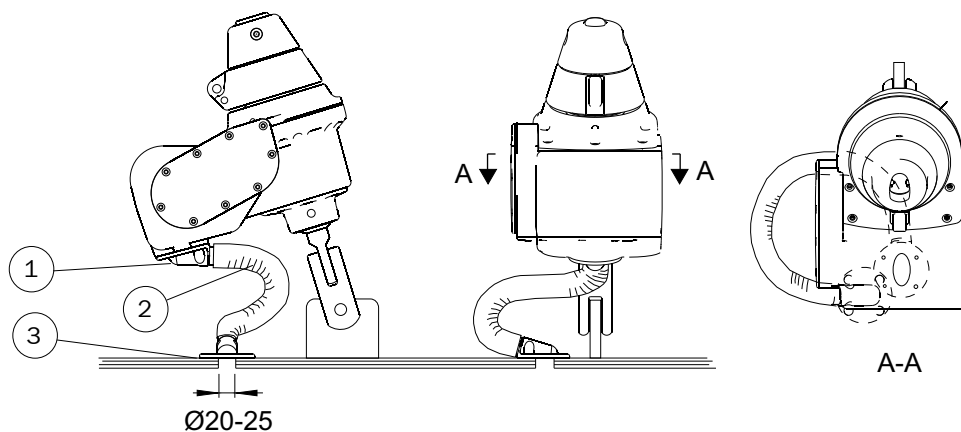

Abb. 5.6
9. Abb. 5.6 zeigt ein Beispiel für die Montage von Kabeldurchführung und Schlauch.